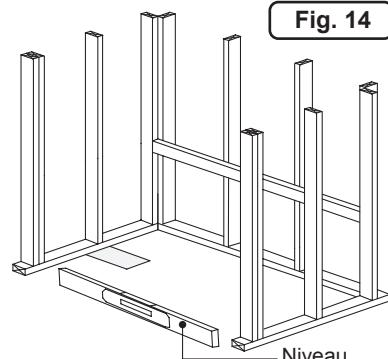

Fig. 14
1. Vérifiez que l'alcôve dans le cadre est de la taille correspondant aux dimensions de Jacuzzi et à l'équerre; vérifiez que le sol est de niveau (Figure 14). La disposition des tuyaux doit être tenue au minimum jusqu'à ce que l'unité soit sur le site des travaux. Les mesures peuvent varier de +0 ou - $\frac{1}{4}$ po (6,35 mm) par rapport aux spécifications d'origine.